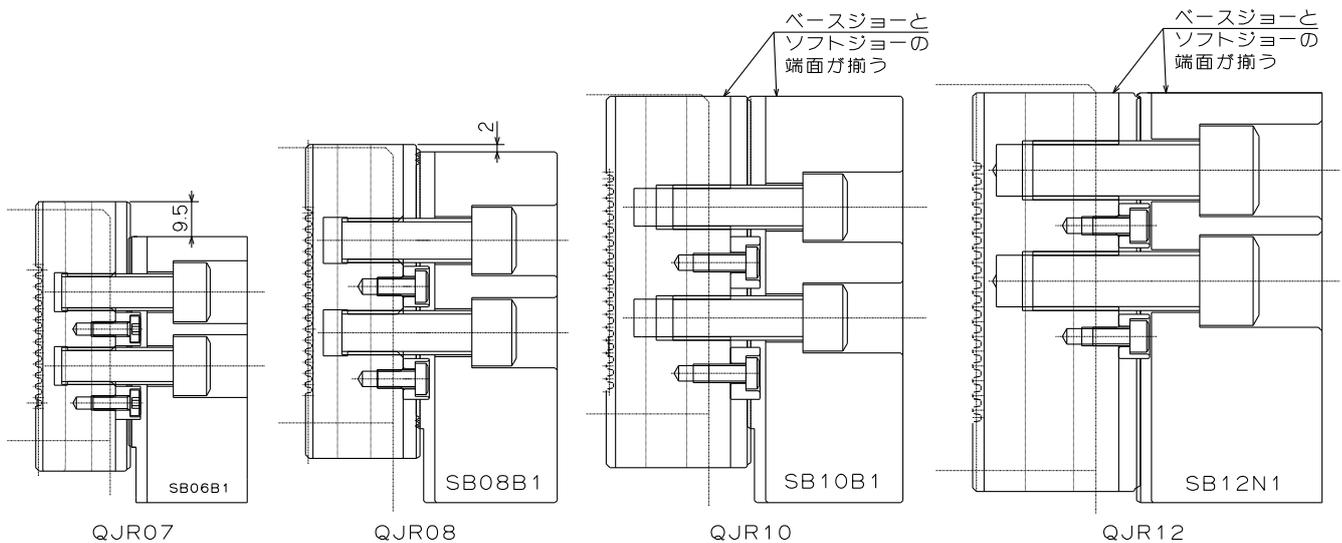

図 6
- ・ ベースジョーとソフトジョーは図 6 のように取り付けています。